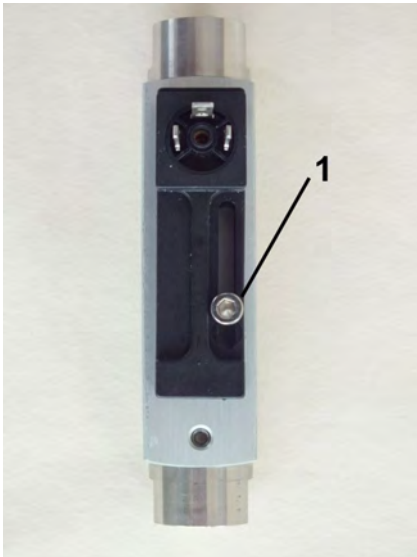

Abb. 32: Feststellschraube lösen
1. → Die Feststellschraube des Schaltkontaktes (Abb. 32/1) mit einem Sechskant-Schraubendreher lösen.
6. → Feststellschrauben des Schaltkontaktes (Abb. 32/1) mit einem Sechskant-Schraubendreher wieder anziehen. Dabei Schrauben-Anziehdrehmoment beachten.